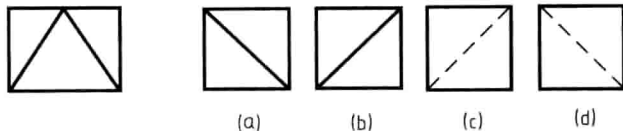

图 1
(34) 在 () 中,坐标面与轴测投影面平行,与坐标面平行平面上的圆,轴测投影仍为圆。
(35) 在斜二轴测图中,与坐标面不平行的平面上的圆,其 () 为椭圆。
(36) 在正等轴测图中,当两个轴的轴向变形系数 () 时,所得到的正等轴测图称为正二等轴测图。
(37) 一组同心圆可用一个已画好的圆用 () 命令来实现。
(38) 已知主、俯视图 (图 1),正确的左视图是 ()。